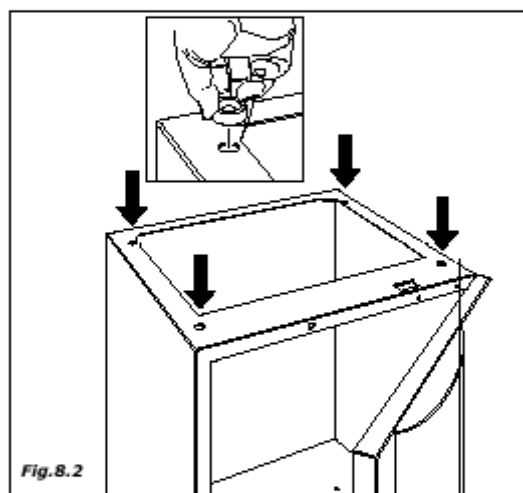

Fig. 8.2
- вставьте четыре центровочные буксы в подставку (рис. 8.2)